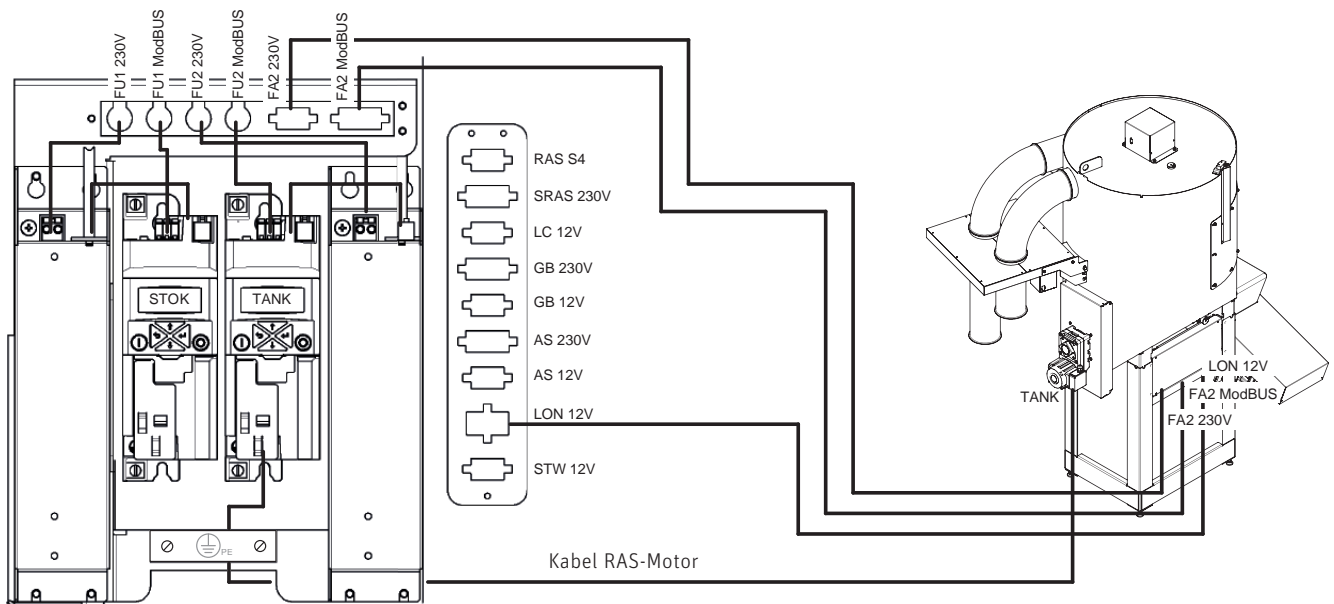

Fig. 190 3 Stk. Kabel vom Schaltfeld 2 des Behälters anstecken
- ▶ 3 Stk. Kabel vom Schaltfeld 2 des Behälters an Anschlusskonsole anstecken – Fig. 190.